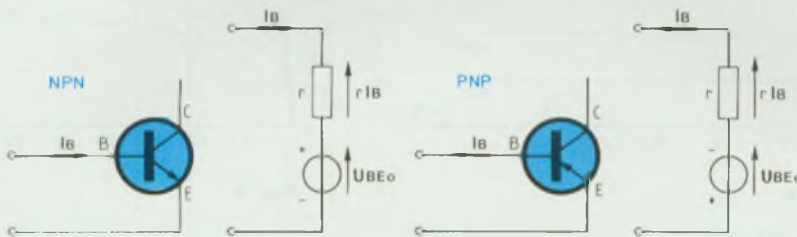

Fig. 3
- $r$  : résistance de la base. Comme toute diode, la jonction B-E possède sa résistance interne dont nous exprimerons l'existence sur son modèle électrique. La jonction B-E, comme toute diode, ne serait-elle pas un dipôle passif (figure 3) ?
Regroupons donc les modèles des figures 3 et 9. Nous obtenons le modèle équivalent complet du transistor NPN et celui de son homologue PNP (figure 10).